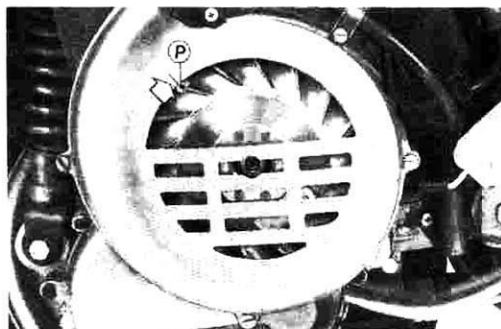

Fig. 13 M
- El calaje del motor resultará correcto cuando la marca «P» (Fig. 13 M) esté alineada o separada en $\pm 1^{\circ}30'$ respecto a la marca correspondiente grabada en la tapa de caracol (●).